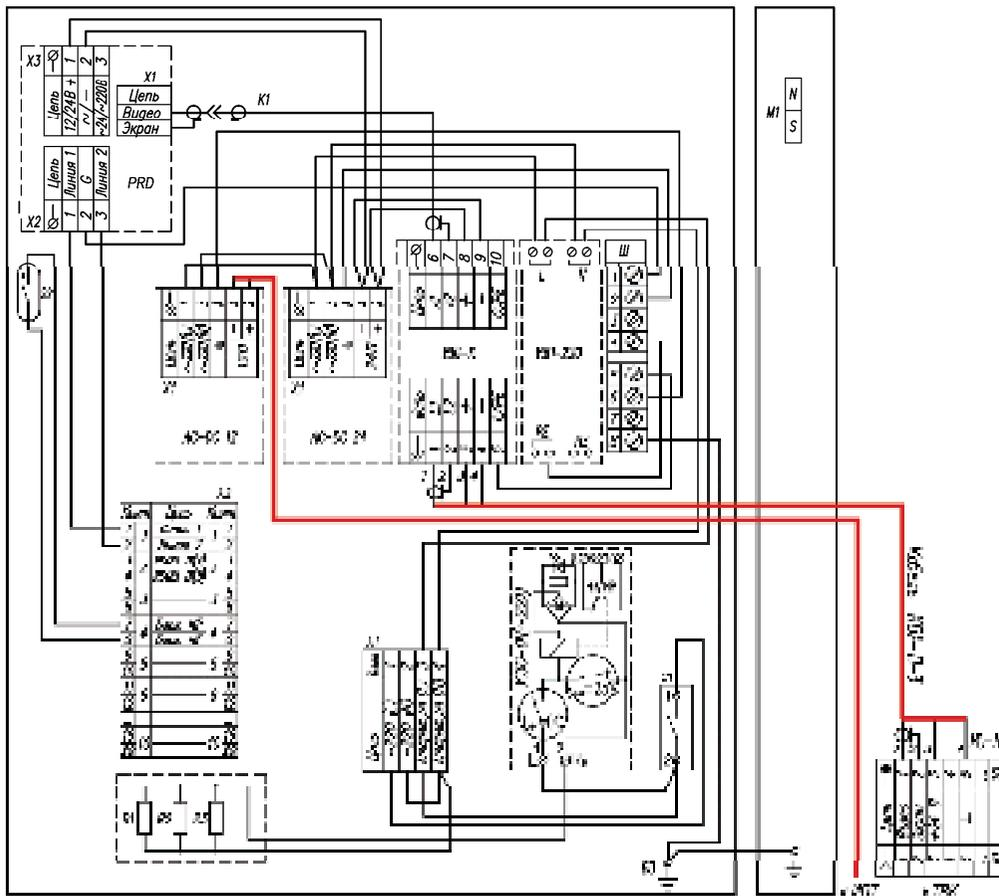

Рис.2 Схема электрическая принципиальная
Подключение цепей изделия производится в соответствии со схемой электрической принципиальной (рис.2). Для подключения необходимо:
3. Подключить ТВК (телевизионную видеокамеру) к УЗЛ-К с помощью кабеля КВК-П-3 и разъема РС-10 согласно схеме (рис.2).